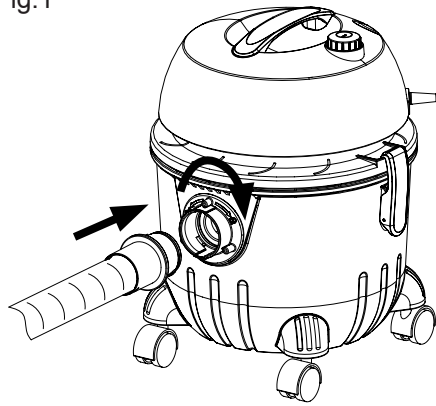

Fig.2
- Para desacoplar el conjunto manguera del aspirador girando hacia la izquierda y estire hacia fuera. (Fig.2)